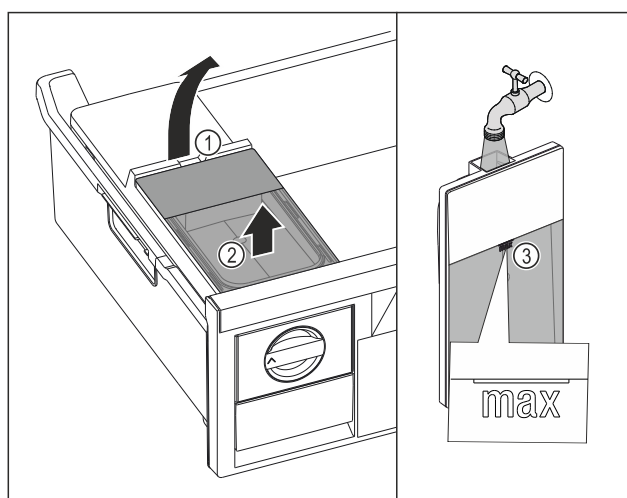

Fig. 150
- Emelje fel a víztartályt a kivágásnál Fig. 150 (1).
- Felfelé vegye ki a víztartályt. Fig. 150 (2)
- Ivóvízzel töltsse fel a jelölésig Fig. 150 (3) a víztartályt.